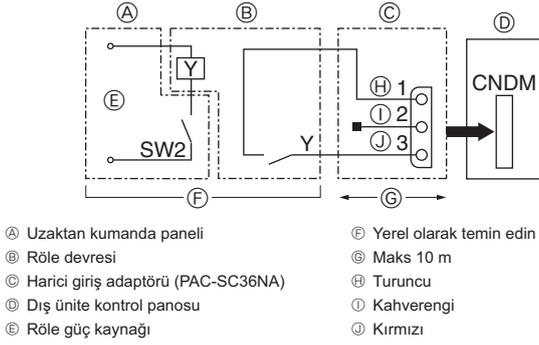

Fig. 9-2
9.2. Talep işlevi (sahada modifikasyon) (Fig. 9-2)